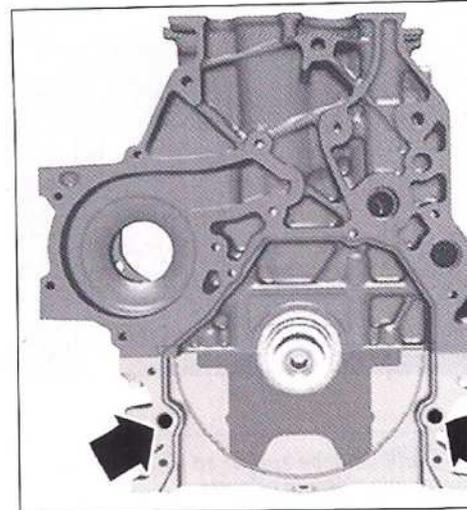

FIG. 28
- Colocar los pasadores de centrado sobre el bloque motor (Fig.28).